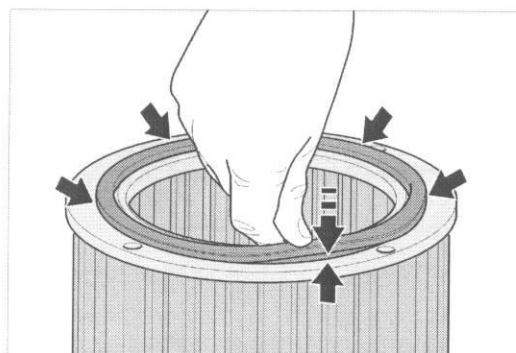

Fig. 29 Contrôlez si le joint est correctement en place dans le filtre avant de le remettre en place dans le séparateur de poussière.
- 1 Avant de mettre en place le nouveau filtre, contrôlez soigneusement si la lèvre d'étanchéité en caoutchouc est correctement en place dans la rainure annulaire sur l'élément de filtre (fig. 29).